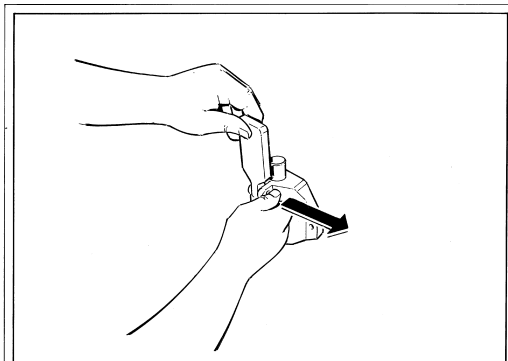
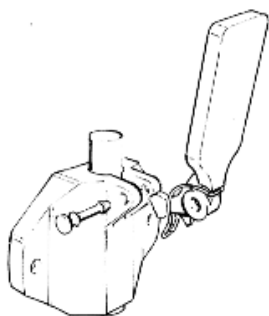

Fig. 9
Fig. 10
- Smontare il rubinetto di erogazione dalla flangia rimuovendo il perno di fissaggio (Fig. 9) in modo da poter rimuovere la leva e la sua molla e rimuovere il pistone dal suo alloggiamento (Fig. 10).